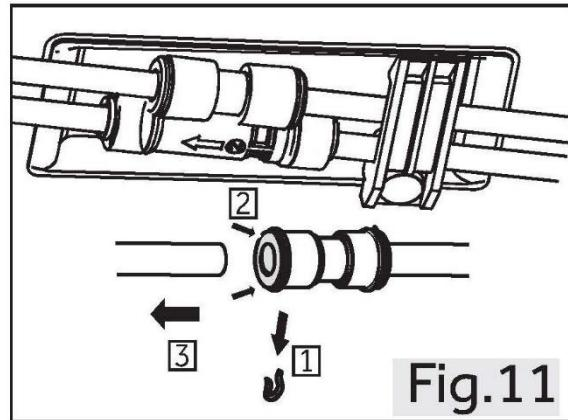

Fig.11
- Libérez le côté gauche des deux raccordements d'eau situés dans le coin avant gauche au bas de l'appareil : appuyez et maintenez le collier comme indiqué et retirez le tuyau d'eau. (Fig.11).